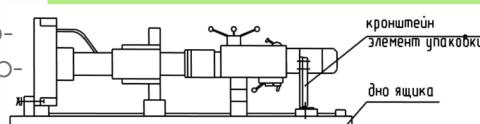

Рисунок 4 Схема крепления
- детали станка, не имеющие постоянного защитного покрытия от коррозии, подвергнуты консервации. (Рисунок 4)